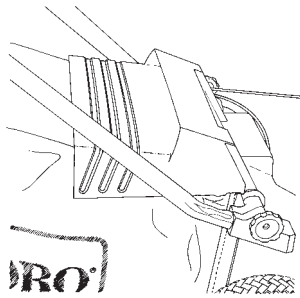

Figure 14
3. Le volet d'éjection doit se refermer complètement en haut du bac de ramassage (Fig. 14).